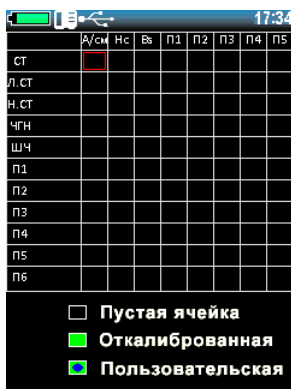

Рисунок 2.17 – Выбор ячейки для калибровки
3. С помощью клавиш навигации необходимо выбрать ячейку для калибровки, например, «А/см» для стали «СТ» (рис. 2.17) и нажать клавишу «←».